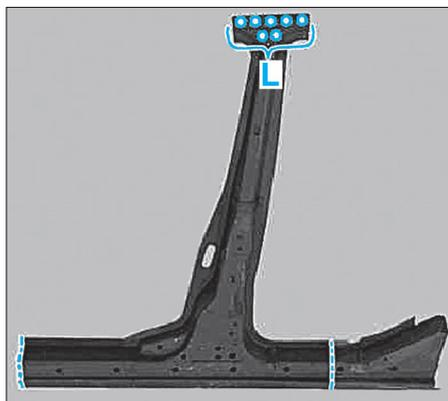

FIG. 63
- sur la doublure de pied milieu zone (L) (Fig.63).